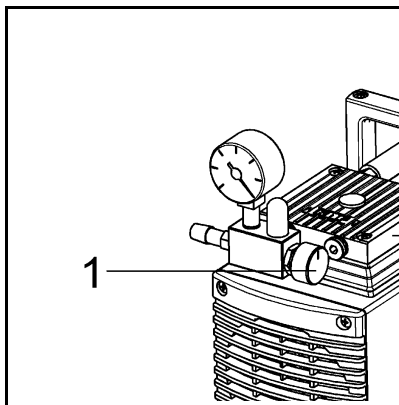

Abb. 8: Feinregulierungsventil
- ➔ Die Durchflussmenge der Pumpe am Ventilknopf des Feinregulierungsventils einstellen (siehe Abb. 8/1).